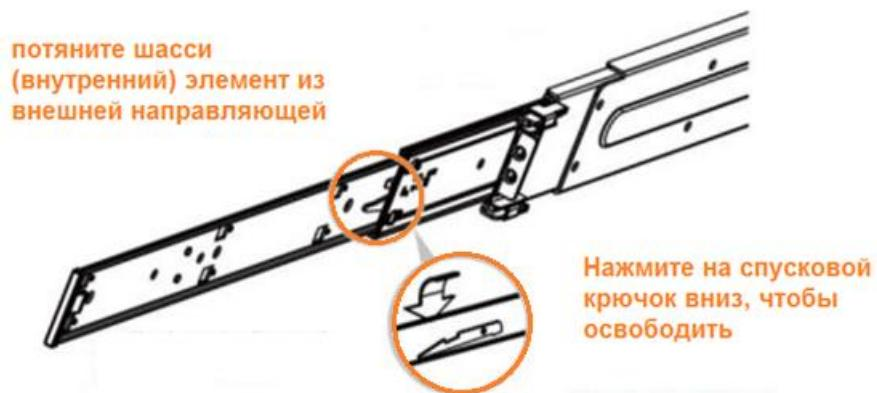
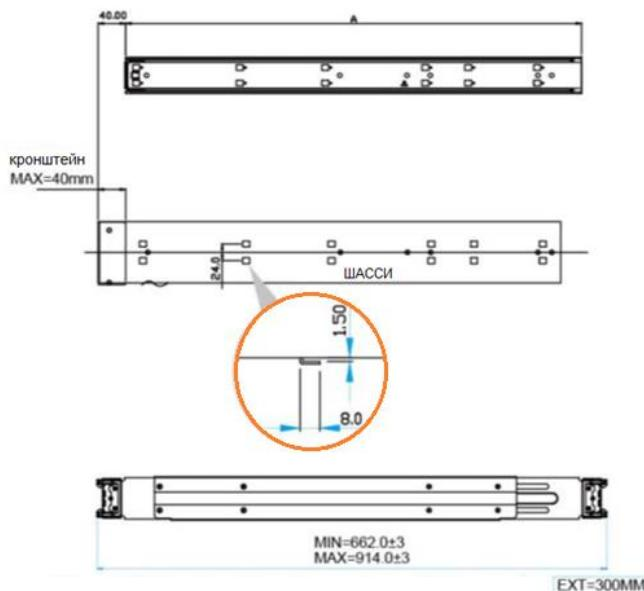

Рисунок 154 – Элементы направляющей в сборе
Рисунок 155 – Элементы направляющей в разборе
1. Раздвиньте направляющую, нажав рычажок фиксатора вниз, как показано на чертеже (см. Рисунок 154), и извлеките внутренний рельс, вытянув его из канала средней направляющей (см. Рисунок 155).